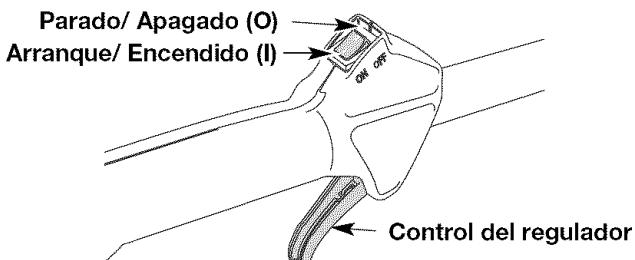

Fig. 3
- NOTA:** No hay necesidad de girar la unidad. Encendido/de parada el control (Fig. 3) está en la posición de trabajo siempre (I).